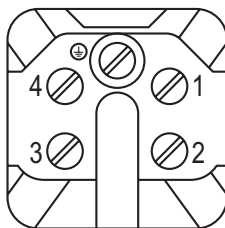

Fig. 10
5. Dans l'insert à contacts 22, affecter les bornes de raccordement **Fig. 10** selon le **tableau des fonctions, page 9**.